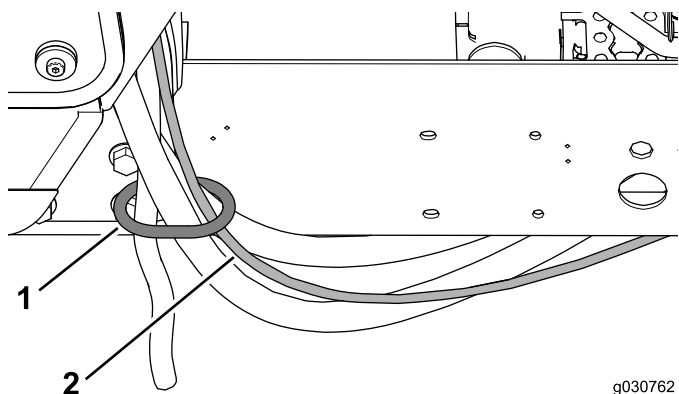

Figure 39
1. Passez le flexible de lave-glace dans l'anneau sur le support arrière de la cabine (Figure 39).